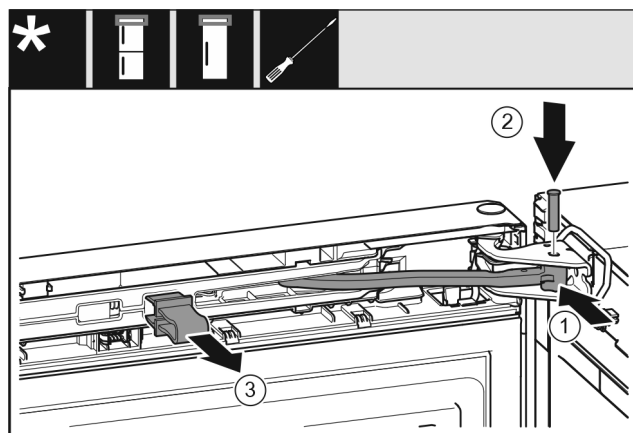

Fig. 30
- Vrid leden Fig. 30 (1) i lagerbocken.
- Sätt in stiftet Fig. 30 (2) i lagerbocken och leden. Se då till att låskammen sitter korrekt i spåret.
- Ta bort spärren Fig. 30 (3).